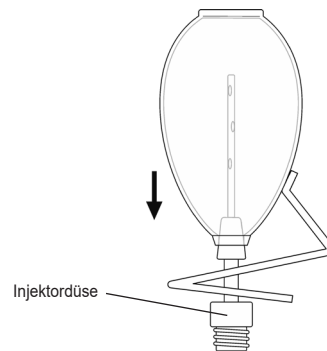

Abb. 3
- Stecken Sie den Silikonball mit dem offenen Ende auf eine geeignete Injektordüse (Abb. 3).